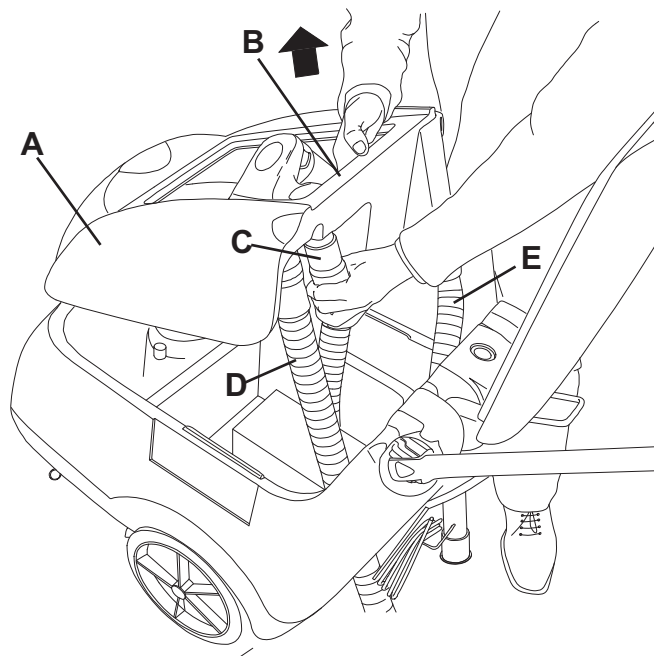

Figure 9
3. Lorsque le témoin lumineux vert (27) s'allume fixe, le cycle de chargement des batteries est terminé.
4. Le cycle de chargement terminé, débrancher le câble électrique (21) du chargeur de batterie du réseau électrique et l'enrouler autour du logement correspondant sur la machine.
6. Saisir le réservoir de l'eau de récupération (A, Fig. 9) et le positionner dans la machine comme indiqué dans la figure. Connecter le tuyau d'aspiration (C) au réservoir, puis le baisser et le ramener à la position initiale.
7. Connecter le tuyau d'aspiration (22) à l'embouchure (11).
8. Fermer le couvercle (6).